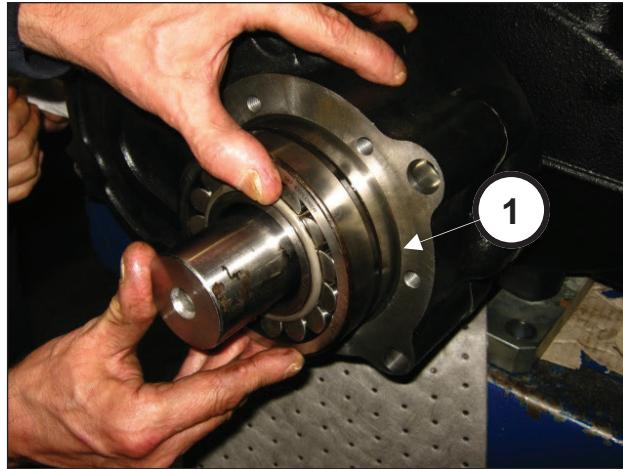

Рис. 74
Установите подшипник 60x130x46 на ведущую шестерню (поз. ①, Рис. 74).